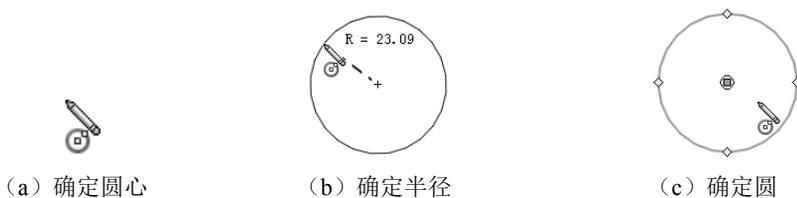

图 2-16 基于中心的圆的绘制过程
(1) 在草图绘制状态下，选择菜单栏中的“工具”→“草图绘制实体”→“圆”命令，或者单击“草图”选项卡中的“圆”按钮，开始绘制圆。
(2) 在图形区选择一点单击，确定圆的圆心，如图 2-16 (a) 所示。
- (3) 移动鼠标指针拖出一个圆，然后单击鼠标左键，确定圆的半径，如图 2-16 (b) 所示。
- (4) 单击“圆”属性管理器中的“确定”按钮, 完成圆的绘制，如图 2-16 (c) 所示。
- 图 2-16 即为基于中心的圆的绘制过程。